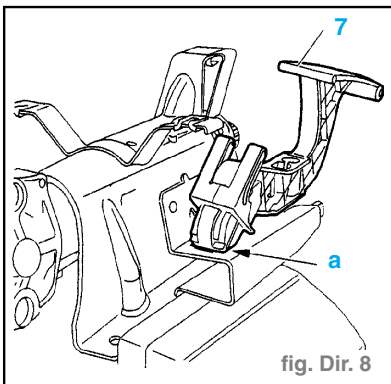

fig. Dir. 8
- Déboîter le levier (7) en exerçant une pression en «a» sur son axe. (fig. Dir. 8)